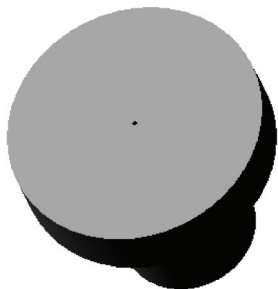

图 8-34 打开模型文件
STEP 01 单击快速访问工具栏中的“打开”按钮, 打开模型文件, 如图 8-34 所示。